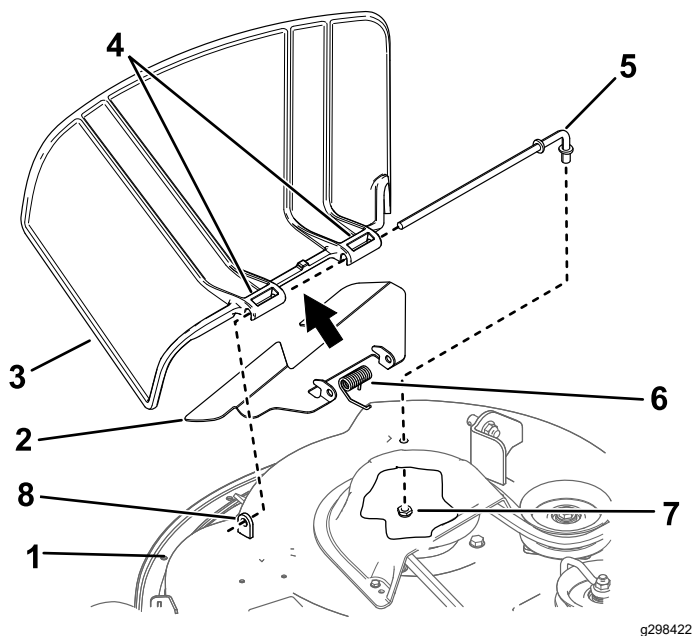

Figura 74
- Togliete il dado ($\frac{3}{8}$ ") dall'asta sottostante il tosaerba (Figura 74).
2. Estraete l'asta dal distanziatore corto, dalla molla e dal deflettore dell'erba (Figura 74).
4. Montate il deflettore dell'erba tagliata nuovo (Figura 74).
7. Fate scorrere l'asta attraverso il secondo perno del deflettore dell'erba (Figura 74).
9. Fissate l'estremità posteriore dell'asta nel tosaerba con un dado (3/8"), come mostrato in (Figura 74).